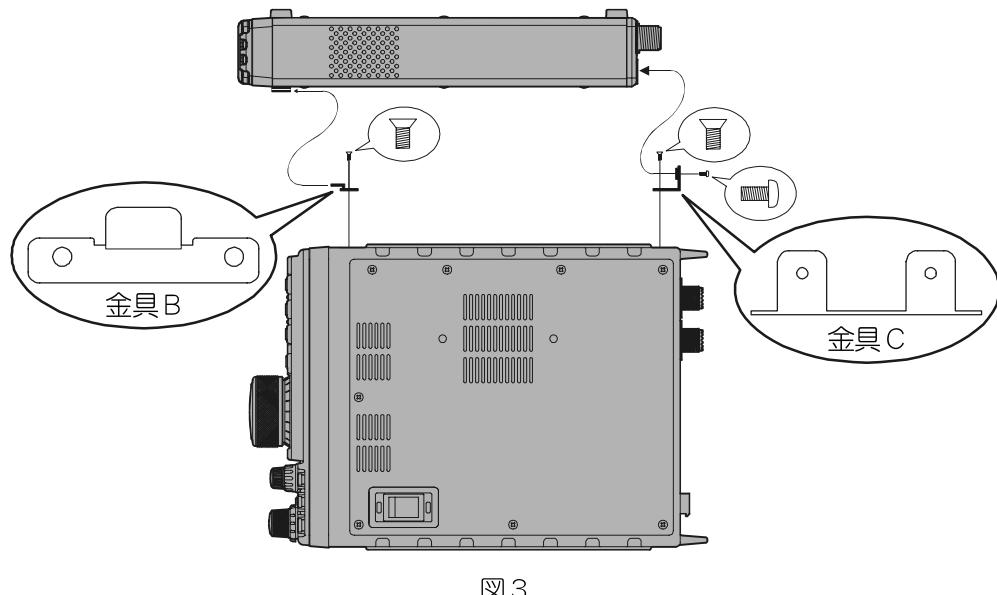

図 3
3. 外したゴム足の箇所に、付属のビス()を使用して、取付金具 B と C を取り付けます(図 3 参照)。
4. FT-897D の取付金具 B の凸部を、FC-30 の取付金具 A に差し込むように取り付け、付属のビス()で金具 C と FC-30 を固定します(図 3 参照)。